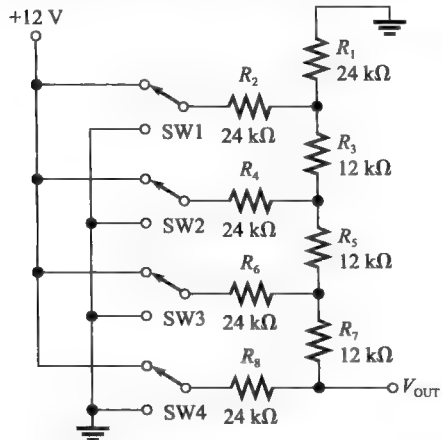

图 6-98
52. 针对下列条件确定图 6-98 所示电路的 V_{OUT} 。